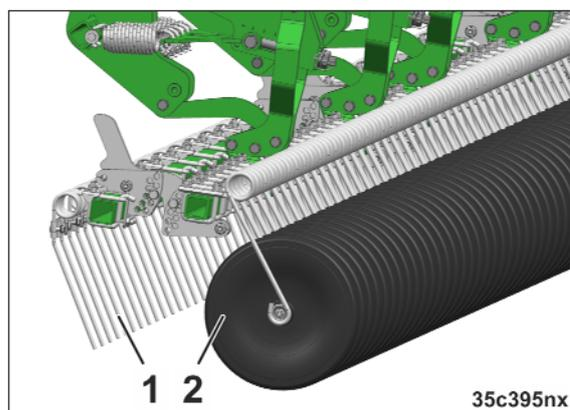

Рис. 90
- зубья-загортачи (Рис. 90/1);
- прижимные диски (Рис. 90/2).